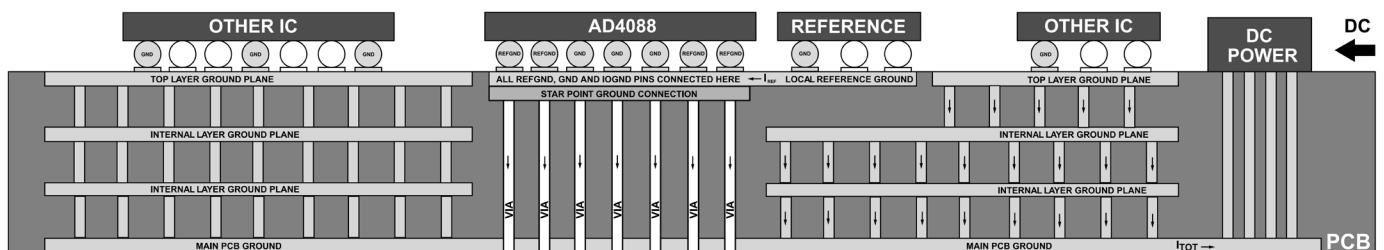

図 109. PCB グランド・プレーンの推奨レイアウト
- ▶ グランド・プレーンの分布を示す PCB ボードの側面断面図については、図 109 を参照してください。図 109 はグランド・プレーンのみを示しており、信号トラックは含まれていないことに注意してください。